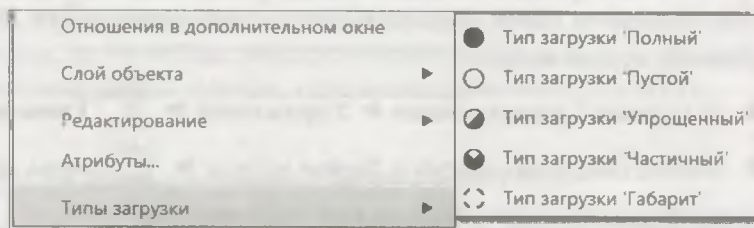

Рис. 25.32. Выбор типа загрузки в Дереве модели
- ◆ из контекстного меню компонента **Типы загрузки** в **Дереве** построения сборки (рис. 25.32).